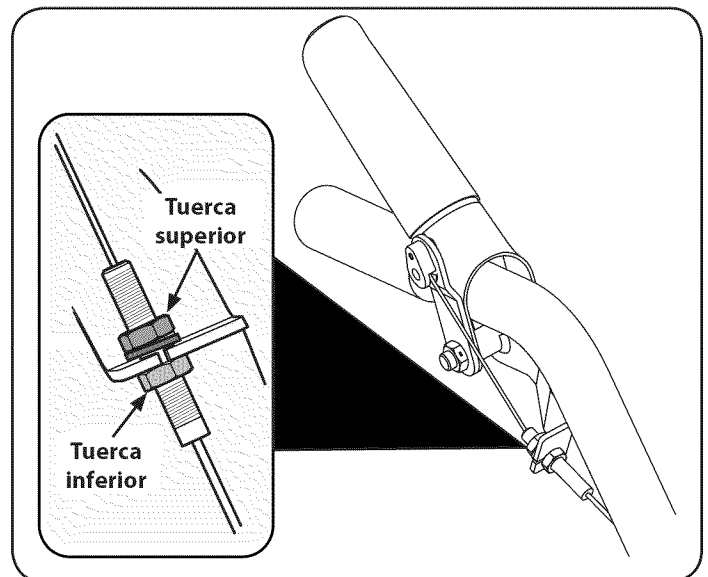

Figura 11
4. Si la correa gira sin que el control del embrague esté conectado, desenrosque la tuerca superior y ajuste desenroscando unos giros la tuerca inferior en el sentido de las agujas del reloj (parado en la posición del operador) y luego reajuste la tuerca superior contra el soporte del cable. Vea la Figura 11.
7. Si las ruedas no giran cuando la cultivadora está en marcha hacia adelante, afloje la tuerca superior y ajuste apretando el cable algunas vueltas en sentido contrario a las agujas del reloj (parado en la posición del operador) y luego ajuste nuevamente la tuerca superior contra el soporte del cable. Vea la Figura 11.